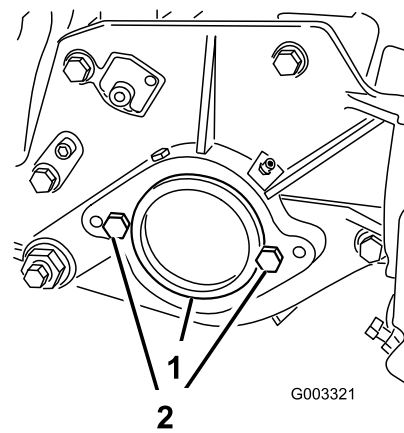

Figura 16
2. Tornillo de caperuza (2)
5. Instale provisionalmente los 2 tornillos de caperuza de montaje del motor del molinete a la chapa lateral izquierda de la unidad de corte (Figura 16).